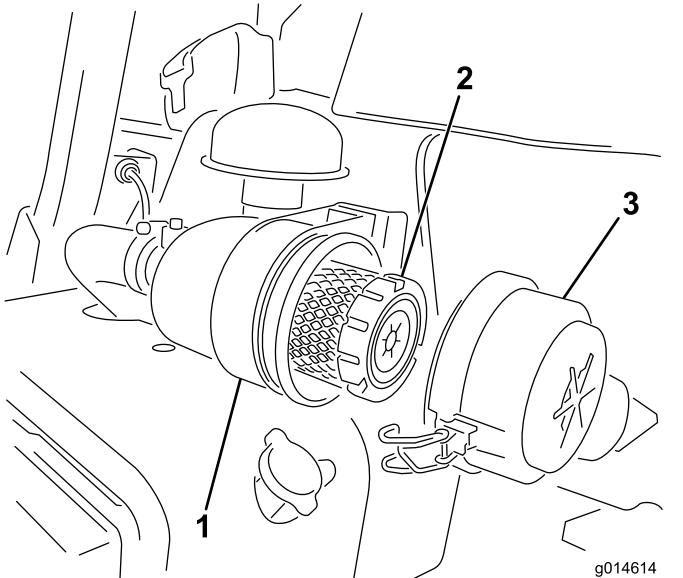

Bild 25
1. Lösen Sie die Riegel, mit denen die Abdeckung des Luftfilters am Luftfiltergehäuse befestigt ist (Bild 25).
7. Befestigen Sie die Laschen (Bild 25).